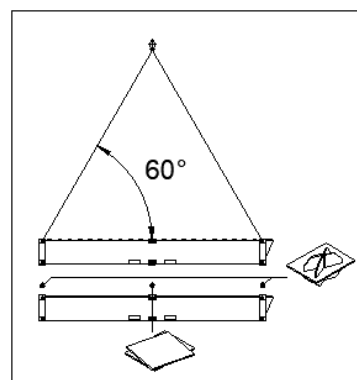

Abbildung 2
5. Zwischen den einzelnen Fäkalientanks sind an den äußeren Containerrechen Zentrierelemente (Stacking Cones) und mittig zwischen Dachlängs- und Bodenlängsträger Unterlegsplatten zu verwenden, siehe Abbildung 2.